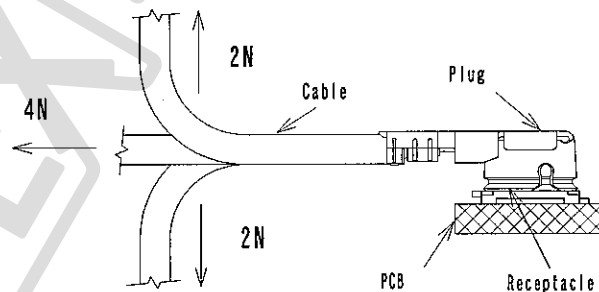

Fig. 3
(4) Cable retention force / ケーブル保持力
A. Testing : Apply force on the cable as shown in Fig.3.
A. 試験法: Fig. 3のようにケーブルに力を加える。尚、試験中にDC100mAの電流を流して電氣的瞬断を確認する。